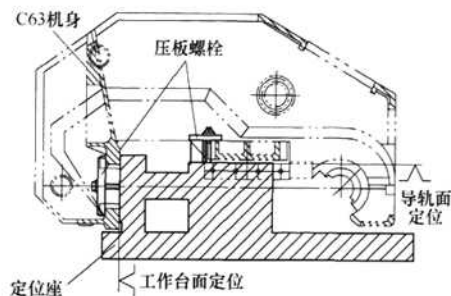

图3 机身定位装夹
(2) 确定机身的定位装夹方式 由于机身属箱体类零件,按照“先面后孔”的原则,孔系的加工通常放在面系加工的后面,因此机身的定位主要考虑以面定位。鉴于曲轴孔、传动轴孔与工作面、导轨面有形位公差要求,且工作面和导轨面定位装夹比较方便,所以被选为定位面。机身定位面确定后,就是考虑机身的放置问题。机身的放置形式,有立放、侧放、仰放、趴放等几种,考虑到装夹的方便性和有利于减小专机结构,机身选择了趴放形式(见图3)。
(3) 确定机身机加工艺流程 由于机身的定位不需要另加定位面,因此机身的工艺流程仍是原工艺路线。
(1) 吊装机身 机身在吊装前,先将曲轴孔的两个瓦盖合上,用螺栓固定。接下来按图3所示,将机身吊放到专机定位座上,以工作台面和导轨面为基准,用螺栓压板进行固定;固定后,用塞尺检测专机定位座与工作台面和导轨面之间的间隙,要求0.02mm塞尺不入。
(2) 穿装镗杆 穿装镗杆的流程以传动轴孔镗杆为